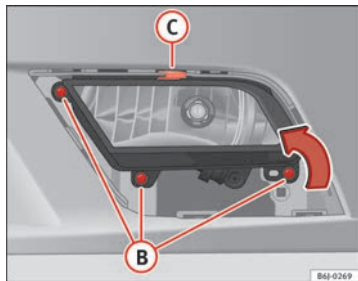

Abb. 161 Nebelscheinwerfer
- Entfernen Sie die Schrauben (3x) ⇒ Abb. 161 **B**, um den Nebelscheinwerfer herauszunehmen.
- Ziehen Sie die Metallklammer an der Oberseite des Nebelscheinwerfers zur Außenseite des Fahrzeuges ab ⇒ Abb. 161 **C**.